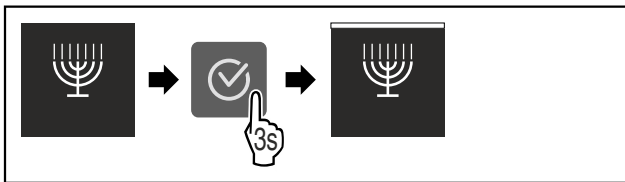

Fig. 13
- ▶ Handlungsschritte (siehe Fig. 13) durchführen.